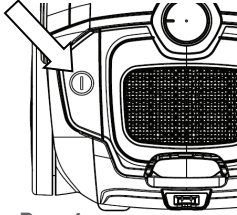

Рис. 4
Натисніть вимикач (12) ногою, щоб запустити пилосос (рис. 4).